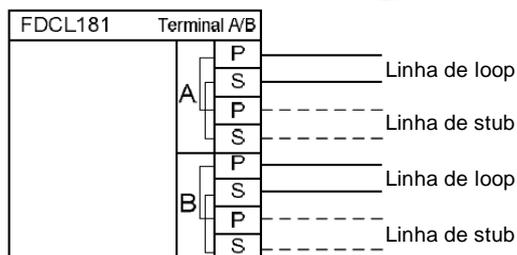

Fig. 5
- Conecte os cabos aos terminais de acordo com a Fig.5.